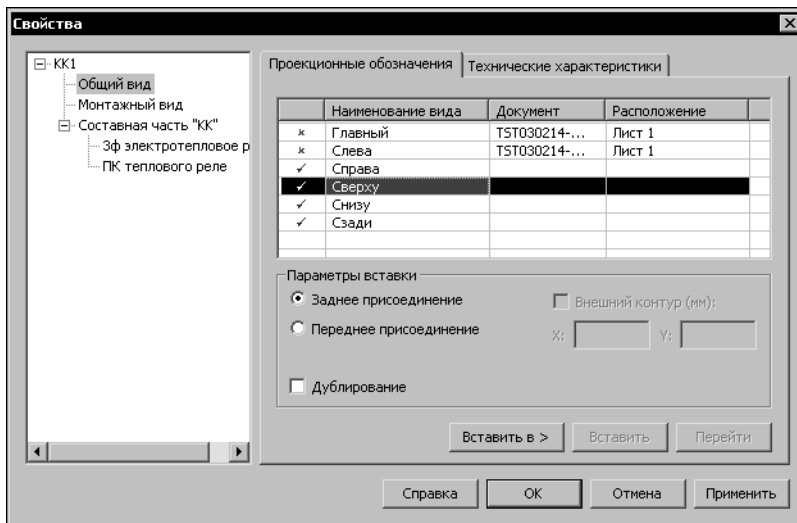

Рис. 17.3. Диалог свойств общего вида аппарата
- ▼ Если курсором выделен **Общий вид**, на экране появится диалог свойств общего вида аппарата (рис. 17.3). Элементы управления диалога представлены в табл. 17.9. Общий вид аппарата используется в схемах расположения.
Проекционные обозначения	В этой вкладке (рис. 17.3) содержится описание проекционных видов аппарата и кнопки управления размещением этих видов на листах схем. Описание элементов управления вкладки представлено в табл. 17.9.